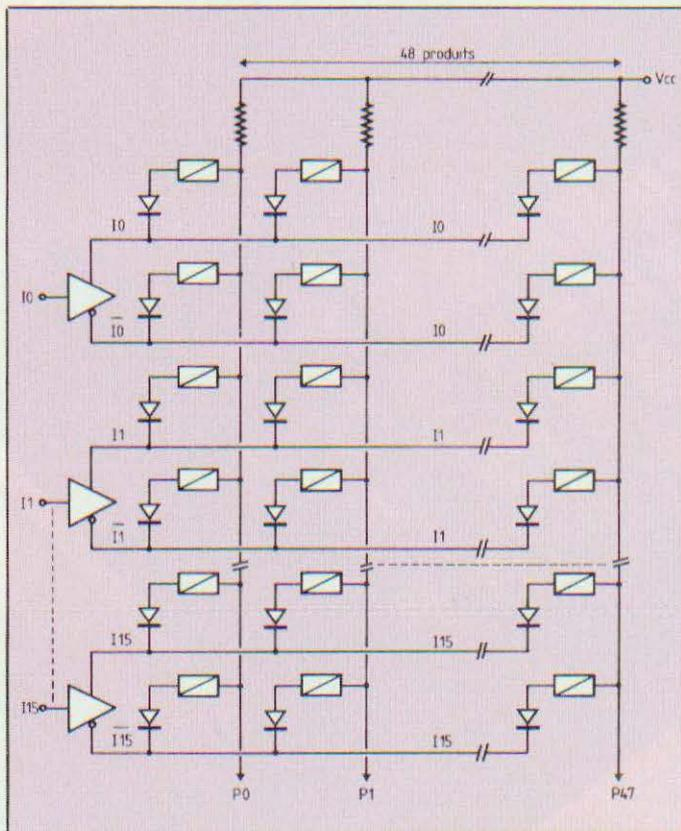

Figure 14. Matrice produit.
- une matrice produit programmable générant 48 produits de 16 variables (fig. 14) ;